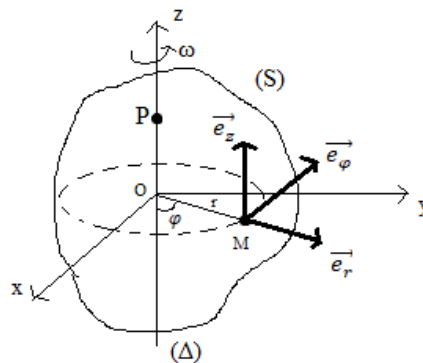

Figure IV.7
Soit un repère fixe R (O, x, y, z), le solide (S) est en rotation par rapport à l'axe (Oz) confondue avec l'axe ( $\Delta$ ).  $\omega$  est la vitesse angulaire de rotation de (S)/R qui est la même vitesse en tous point de (S). Figure IV.7. Le vecteur de rotation instantanée  $\vec{\Omega}_{(S)/R} = \omega \cdot \vec{k}$ .